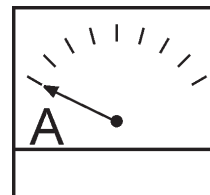

Figure 48. Ampèremètre (sans charge)
9. L'ampèremètre (Figure 48) affichera **zéro ampère** sans aucune charge appliquée. Lorsque la charge est appliquée, l'ampèremètre affichera la quantité de courant que la charge absorbe à partir du générateur.